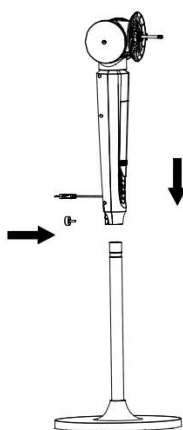

Рисунок 2
- B. Установите корпус вентилятора на стойку и закрепите его с помощью регулировочного винта (рис. 2).